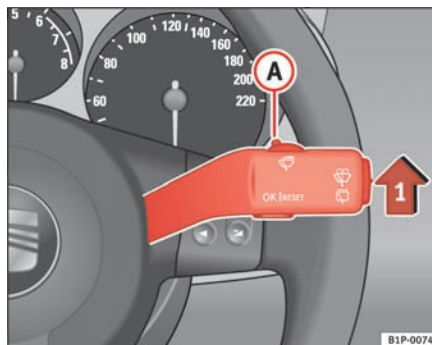

Fig. 66 Betjeningsarm til viskerne
- Tryk betjeningsarmen til viskerne til position ① ⇒ fig. 66.
- Bevæg kontakten ② mod venstre eller højre for at indstille regnsensorens følsomhed. Kontakten til højre – høj følsomhed. Kontakten til venstre – lav følsomhed.